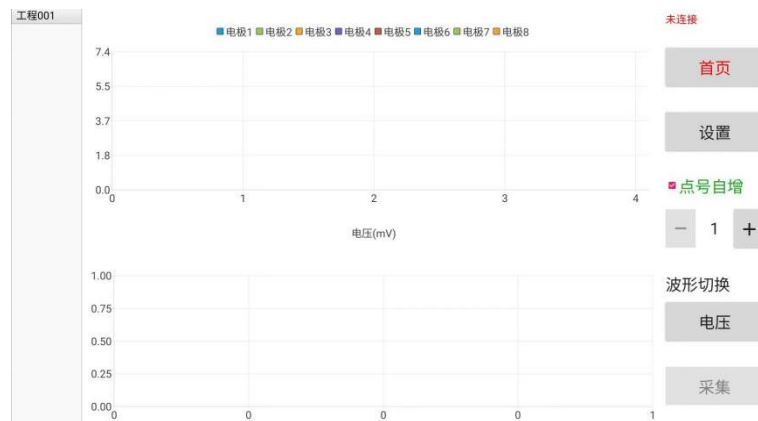

图6-4 数据采集界面（显示电压）
用户可在该界面中选择任意一个已有工程，点击【返回】可返回主界面（即图6-1所示界面）；点击【删除】可删除选中的已有工程；点击【打开】可打开选中的工程并进入数据采集界面，如图6-4所示。
- 界面分布：采集界面左侧区域为数据显示区域，可显示当前工程的工程名、每个测点包含的各个电极的数据文件；采集界面中间为数据显示区域，上半部为多电极数据显示区域，下半部为电流和电压显示区域，电压显示如图6-4，电流显示如图6-6；采集界面右侧为功能按钮区域。